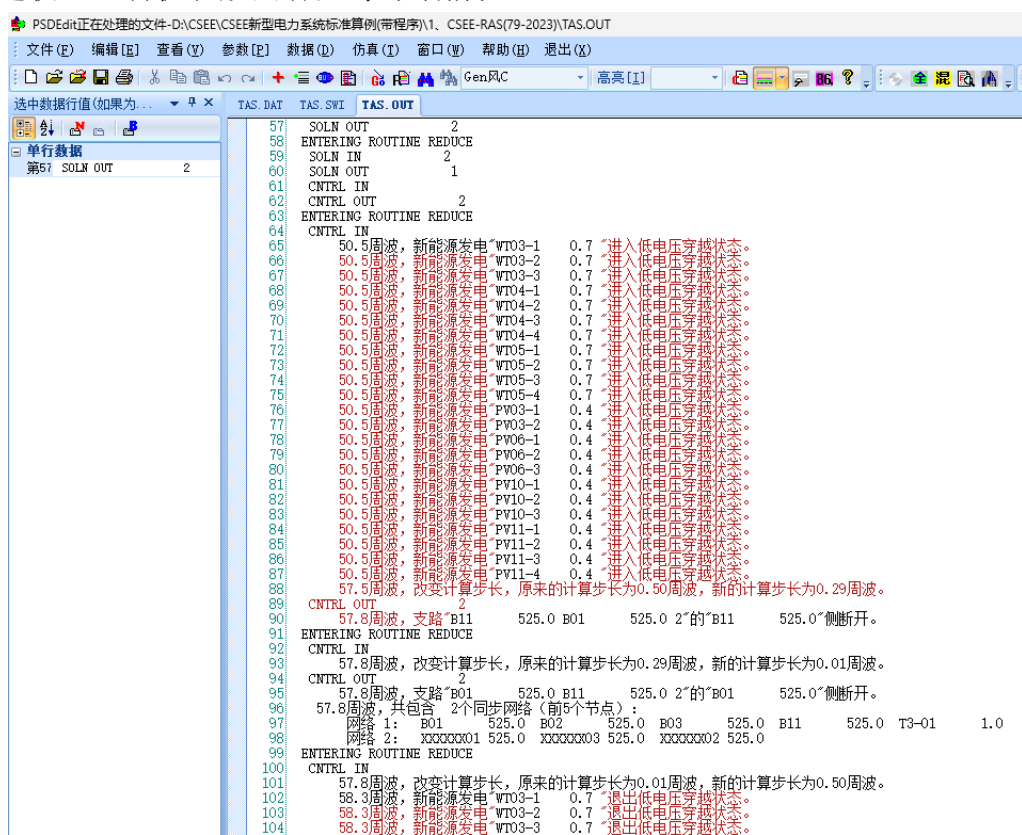

图 9 OUT 提示
4) 稳定计算过程结束后，自动弹出 TAS.OUT 文件，如图 9 所示。该文件中详细描述了暂态过程中系统的动态变化，例如故障发生后新能源机组的低电压穿越状态、切机和脱网容量等详细情况。